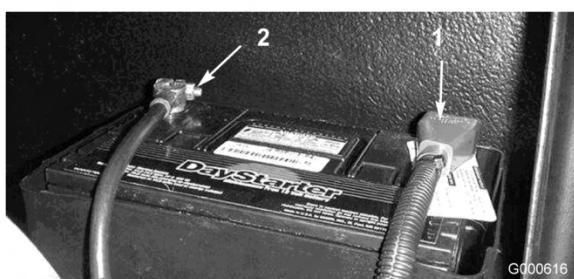

Figura 40
- Instale o cabo positivo (vermelho) no terminal positivo (+) e o cabo negativo (negro) no terminal negativo (-) da bateria (Figura 40). Prenda os cabos nos pólos com parafusos e porcas. Certifique-se de que o terminal positivo (+) se encontra correctamente colocado no pólo e de que o cabo se encontra correctamente encaixado na bateria. O cabo não deverá entrar em contacto com a cobertura da bateria. Coloque a protecção de borracha sobre o terminal positivo para evitar um curto-circuito.